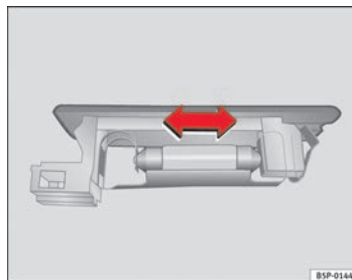

Abb. 199 Gepäckraumbeleuchtung
- Die Lampe zur Seite drücken und aus ihrer Halterung herausnehmen ⇒ Seite 282, Abb. 199. ■